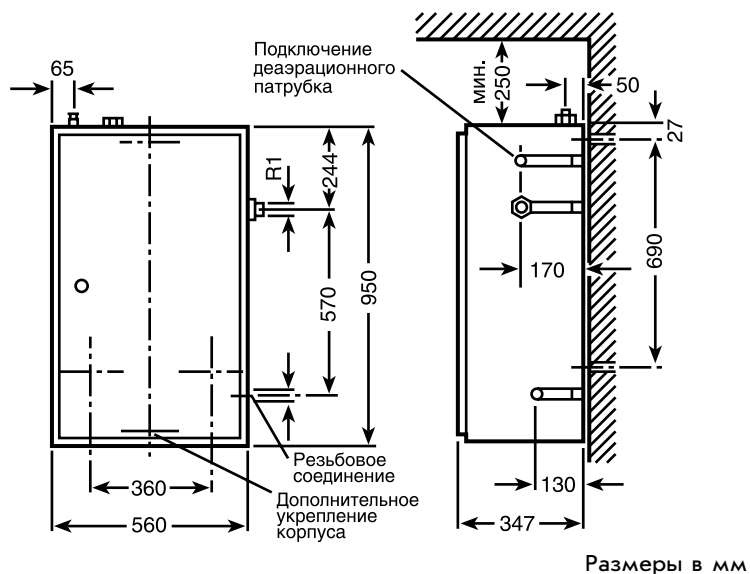

Рис. 1
- Размеры, подключения и крепление - см. рис.1
Основные габариты и подсоединительные размеры показаны на рис.1